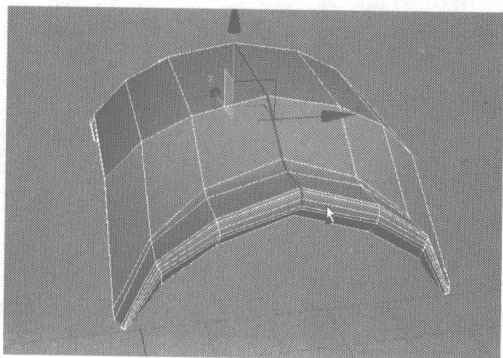
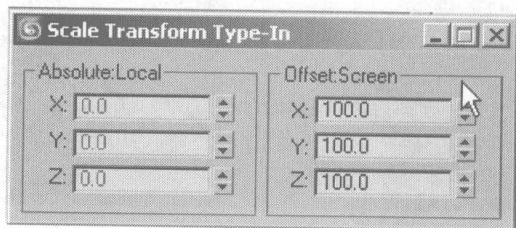

图 3.48
图 3.49
- 15 单击 按钮，切换为曲线编辑，框选如图 3.48 所示的曲线，在工具栏中先单击 按钮，再在 按钮上单击右键，在弹出的对话框中设置缩放参数，如图 3.49 所示，将选择的曲线向内的同心点缩放。然后切换为节点编辑，在 Edit Vertices 卷展栏中单击 按钮，将接缝处的节点合并。